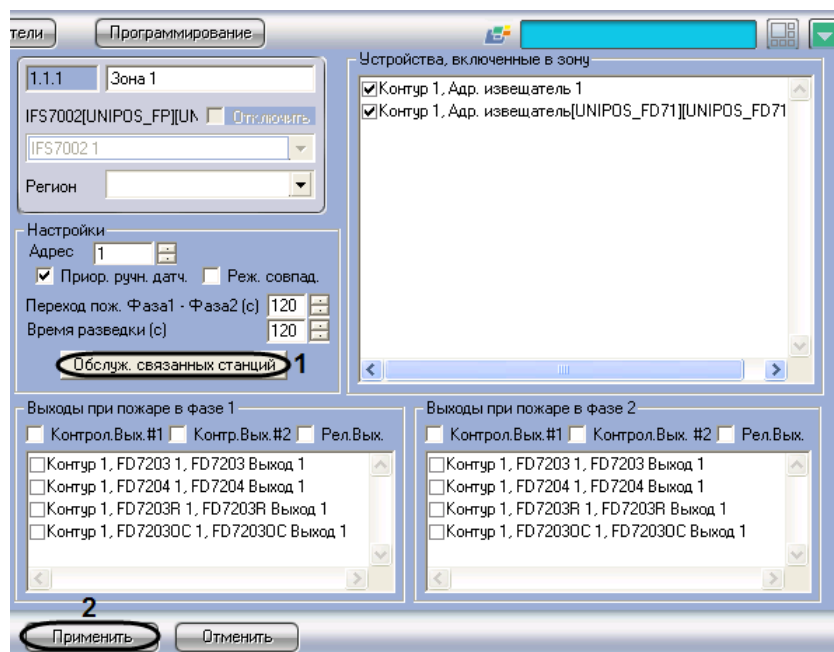

Рис. 3.7-3 Настройка обслуживания связанных станций
1. Перейти на панель настройки объекта **Зона** (Рис. 3.7-3).
2. Нажать кнопку **Обслуж. связанных станций** (см. Рис. 3.7-3, 1).
9. Для сохранения настроек во внутренней базе данных Сервера *Интеллект* нажать кнопку **Применить** (см. Рис. 3.7-3, 2).